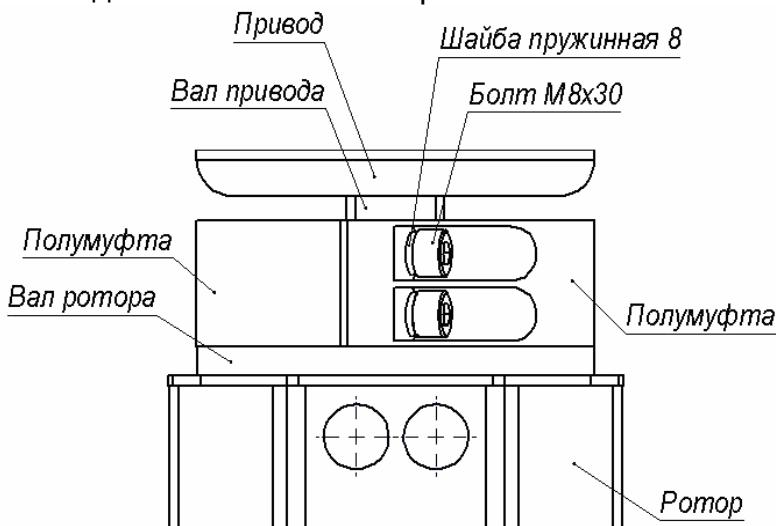

Рисунок 16. Муфтовое соединение вала привода с валом ротора
- Соедините верхний вал ротора с валом привода исполнительного механизма двумя полумуфтами (4) и четырьмя болтами M8×30 с пружинными шайбами 8 (ключ SW6) (см. рис. 16). Будьте осторожны, полумуфты имеют большой вес, не допускайте их падения во избежание травм!
2. Снимите полумуфты (см. рис. 16), отвернув 4 болта M8 муфтового соединения (4). Будьте осторожны! Удерживайте ротор и полумуфты от падения.